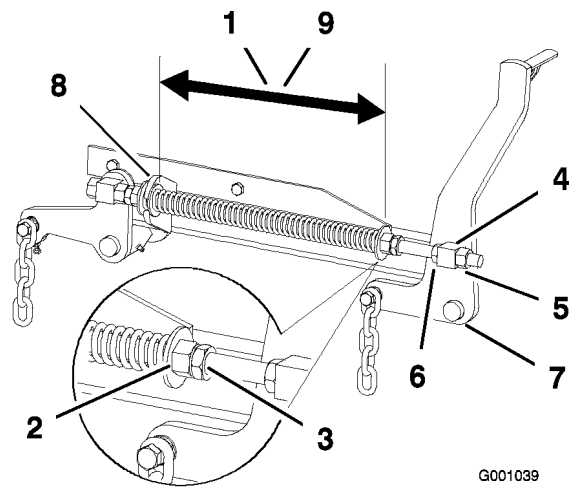

Bild 75
- Prüfen Sie den Abstand zwischen den beiden großen Scheiben. Für Mähwerke mit 132 cm sollte der Abstand 28,2 cm und für Mähwerke mit 152 cm sollte der Abstand 26,7 cm betragen (Bild 75).
- Stellen Sie den Abstand ein. Lösen Sie die Federklemmmutter und drehen Sie die Mutter vorne an jeder Feder (Bild 75). Wenn Sie die Mutter nach rechts drehen, wird die Feder verkürzt. Wenn Sie die Feder nach links drehen, wird sie verlängert.
- Arretieren Sie die Mutter, indem Sie die Federklemmmutter anziehen (Bild 75).